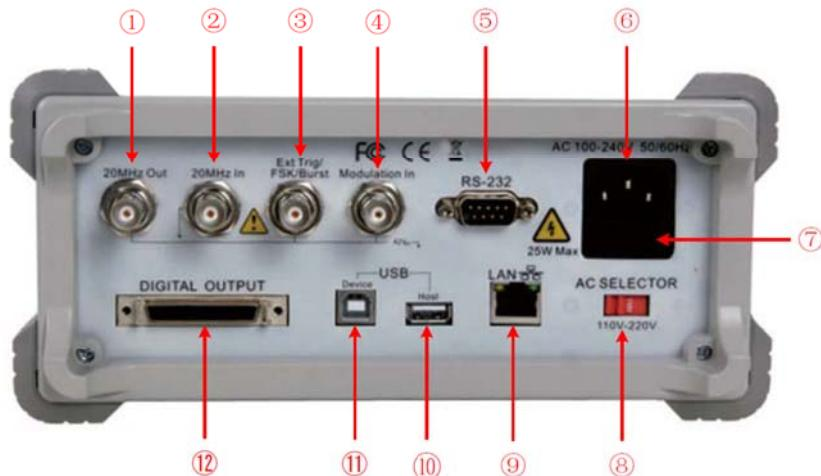

Рисунок 4-2. Задняя панель
Генератор сигналов произвольной формы AG4151 можно адаптировать для питания от электросети переменного тока с напряжением 110 или 220 В. Для этого следует установить в нужное положение переключатель напряжения питания, расположенный на задней панели прибора (см. рис. 4-2), согласно стандартам страны эксплуатации, а также установить соответствующий плавкий предохранитель (см. следующую таблицу).
- (1) Выключите прибор с помощью кнопки питания на его передней панели и отключите кабель питания.
- (2) Убедитесь, что установленный изготовителем плавкий предохранитель (250 В, F2 A) соответствует напряжению электросети. В противном случае откройте крышку держателя предохранителя с помощью отвертки с прямым шлицем (см. поз. ⑦ рис. 4-2) и замените предохранитель.
- (3) Установите переключатель напряжения питания, расположенный на задней панели прибора, в положение, соответствующее напряжению электросети.